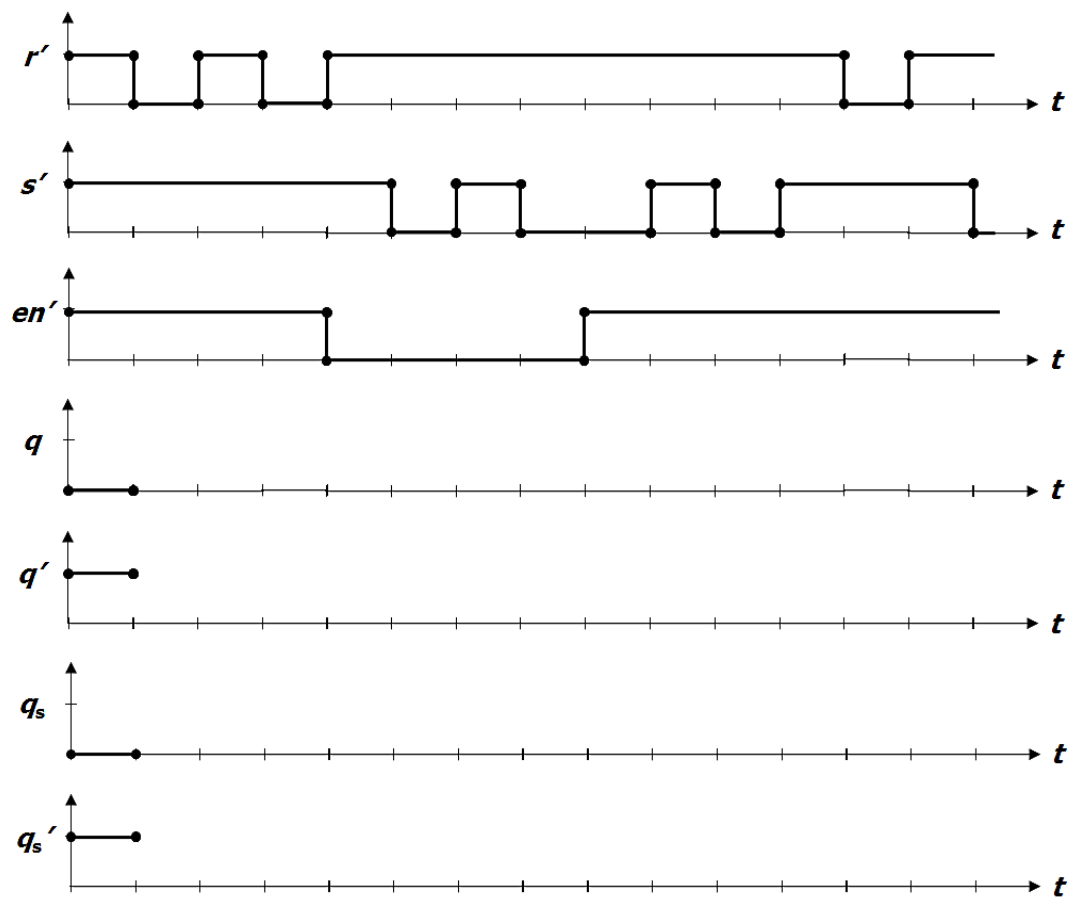

Abbildung 10: Timing-Diagramm für ein flankengesteuertes RS-Speicherelement
- Vervollständigen Sie das Timing-Diagramm in der Abbildung 10 für ein flankengesteuertes RS-Speicherelement. (4P)